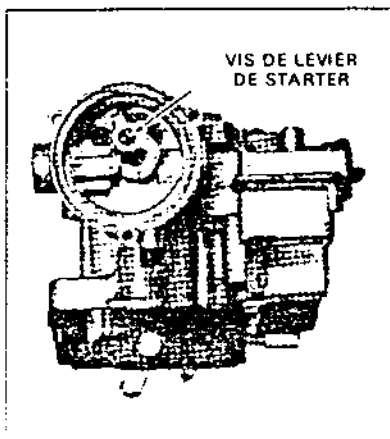

Figure 4-5A
- (b) Déposer le piston de starter et l'ensemble de levier de l'extrémité de l'axe de starter dans le corps de starter, en retirant la vis de retenue à l'extrémité de l'axe (voir Figure 4-5A). Tourner le levier du piston de starter pour retirer le piston de son alésage dans le corps. Secouer maintenant le piston dans le creux de la main pour le retirer du levier.